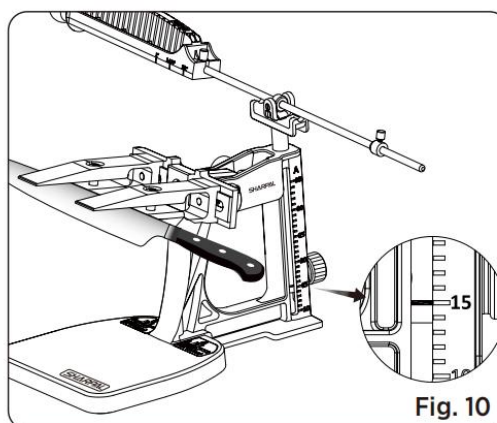

Fig. 10
4. Gire el botón de bloqueo de ángulo para mover la barra de soporte hacia arriba o hacia abajo hasta que la línea roja se alinee con el ángulo deseado en la escala (ver Fig. 10). Luego, apriete firmemente el botón de bloqueo de ángulo.